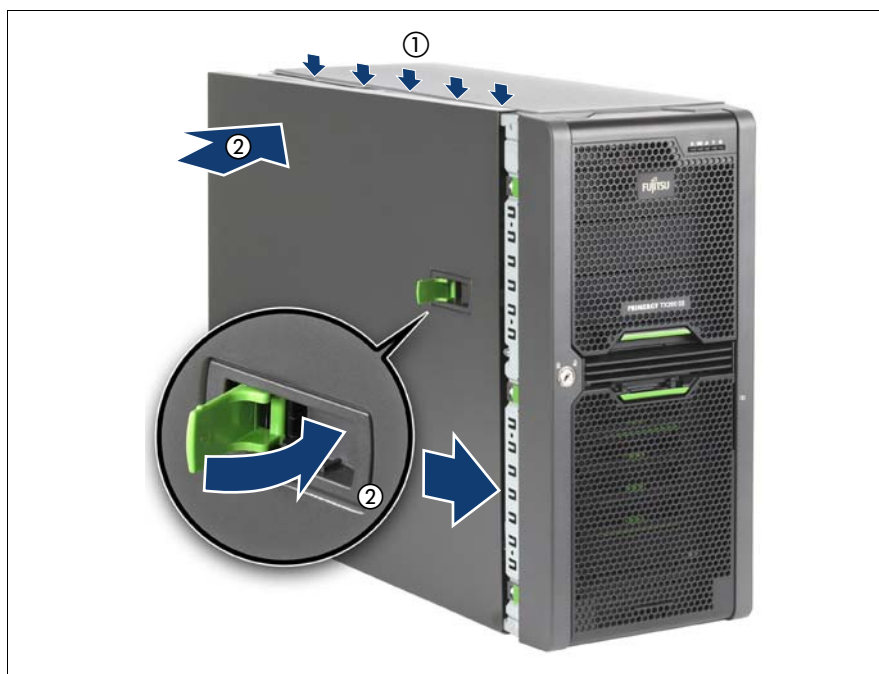

図 94: 左側のカバーをかぶせます。
- ▶ 左右でネジ 2 本ずつを使用してラックフロントカバーを固定します (2)。
- ▶ ロックレバーを最後まで上げ、トップカバーを保護カバーの5つの穴に挿入します（108 ページ の図 94 も参照）。